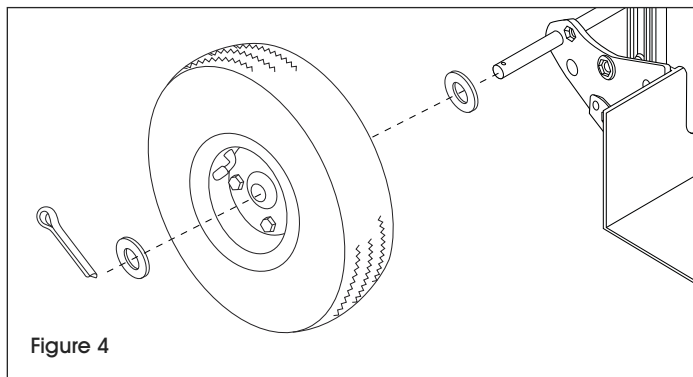

Figure 4
3. Enflez une rondelle à chaque extrémité de l'essieu. Enflez une roue à chaque extrémité de l'essieu. Enflez une autre rondelle à chaque extrémité de l'essieu. (Voir Figure 4)
4. Insérez une goupille fendue dans le trou à chaque extrémité de l'essieu. Repliez les goupilles à l'aide d'une pince afin de fixer les roues en place. Les roues doivent tourner librement. (Voir Figure 4)